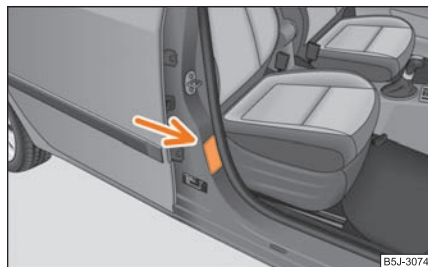

Abb. 158 Aufkleber an der mittleren Karoseriesäule auf der Beifahrerseite
- Auf diese Tatsache weist auch der Aufkleber hin, der sich an der mittleren Karoseriesäule auf der Beifahrerseite befindet ⇒ Abb. 158. Der Aufkleber ist nach dem Öffnen der Beifahrertür sichtbar. Für einige Länder ist der Aufkleber auch an der Sonnenblende des Beifahrers angebracht.